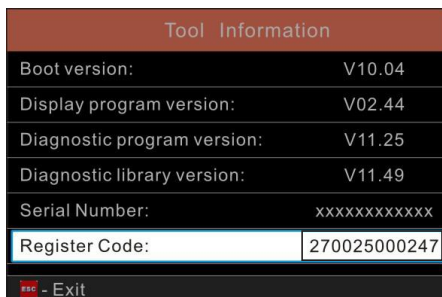

Figura 7-5
8. Este es el número de Código de registro para ingresar en el paso 4 (Figura 7-5)